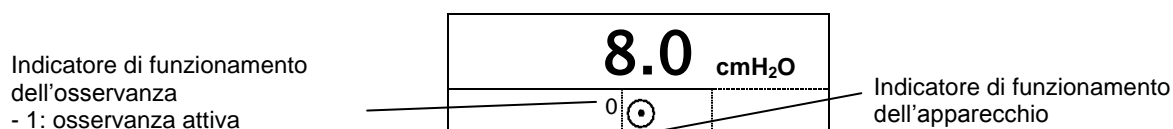

Figura 7 - Vista del display con l'apparecchio in funzione
5. Posizionare l'apparecchio *GoodKnight 420* sull'umidificatore attivo, *GoodKnight H₂O* come indicato dalla Figura 7 – Collegamento di GoodKnight 420 all'umidificatore attivo GoodKnight H₂O a pagina 71.
Il display visualizza la pressione misurata in maniera che due indicatori mostrino uno il funzionamento dell'apparecchio e l'altro quello dell'osservazione (vedere Figura 7 - Vista del display con l'apparecchio in funzione).